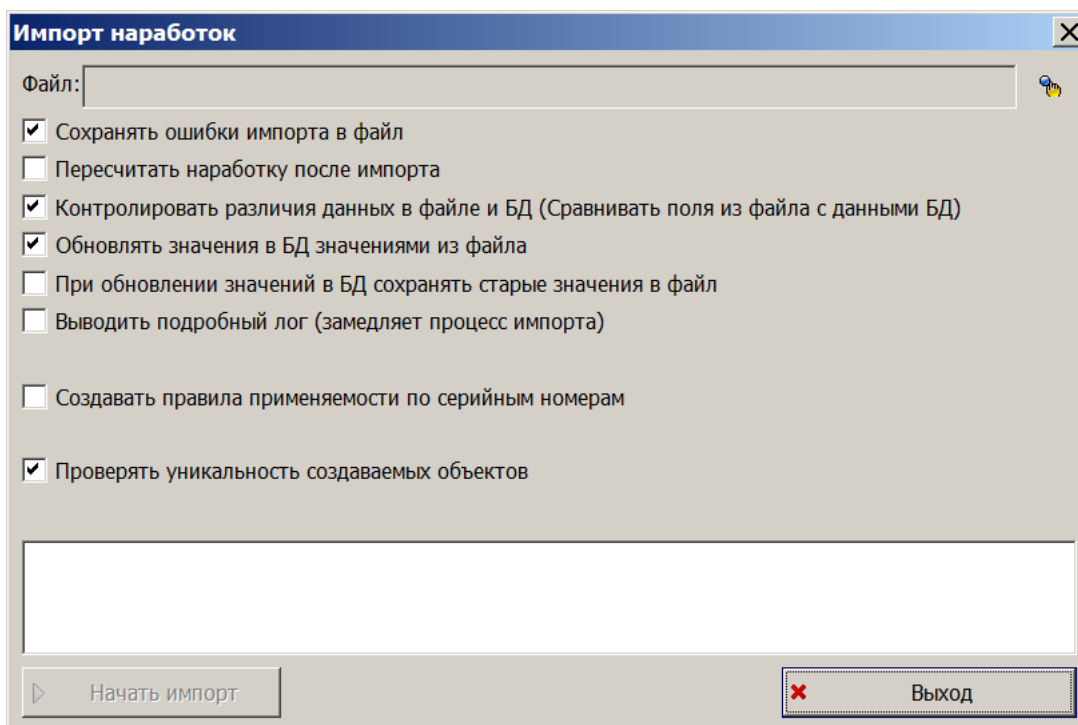

Рис. 14-55 – Диалоговое окно для импорта наработок СНЭ
4) В диалоговом окне «Импорт наработок» (или «Импорт коррекции наработки») выбрать файл для импорта, нажав кнопку справа от поля «Файл» (рис. 14-55).